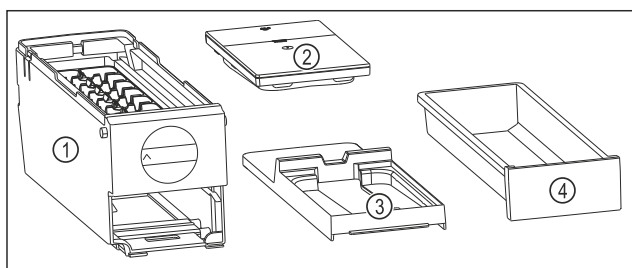

Fig. 143 Componente ale EasyTwist-Ice
- ▷ EasyTwist-Ice este dezamblat în patru piese. (vezi Fig. 143)
- Dezamblați EasyTwist-Ice numai în componentele ilustrate. (vezi Fig. 143)
- Curățați corpul EasyTwist-Ice Fig. 143 (1) ca un întreg.